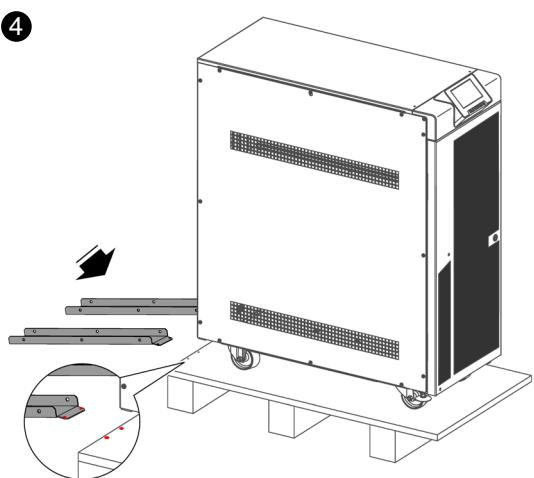

Fig. 25. Montaje de las guías en el palet.
- ④ Montar las guías en el palet tal como muestra la Fig. 25.